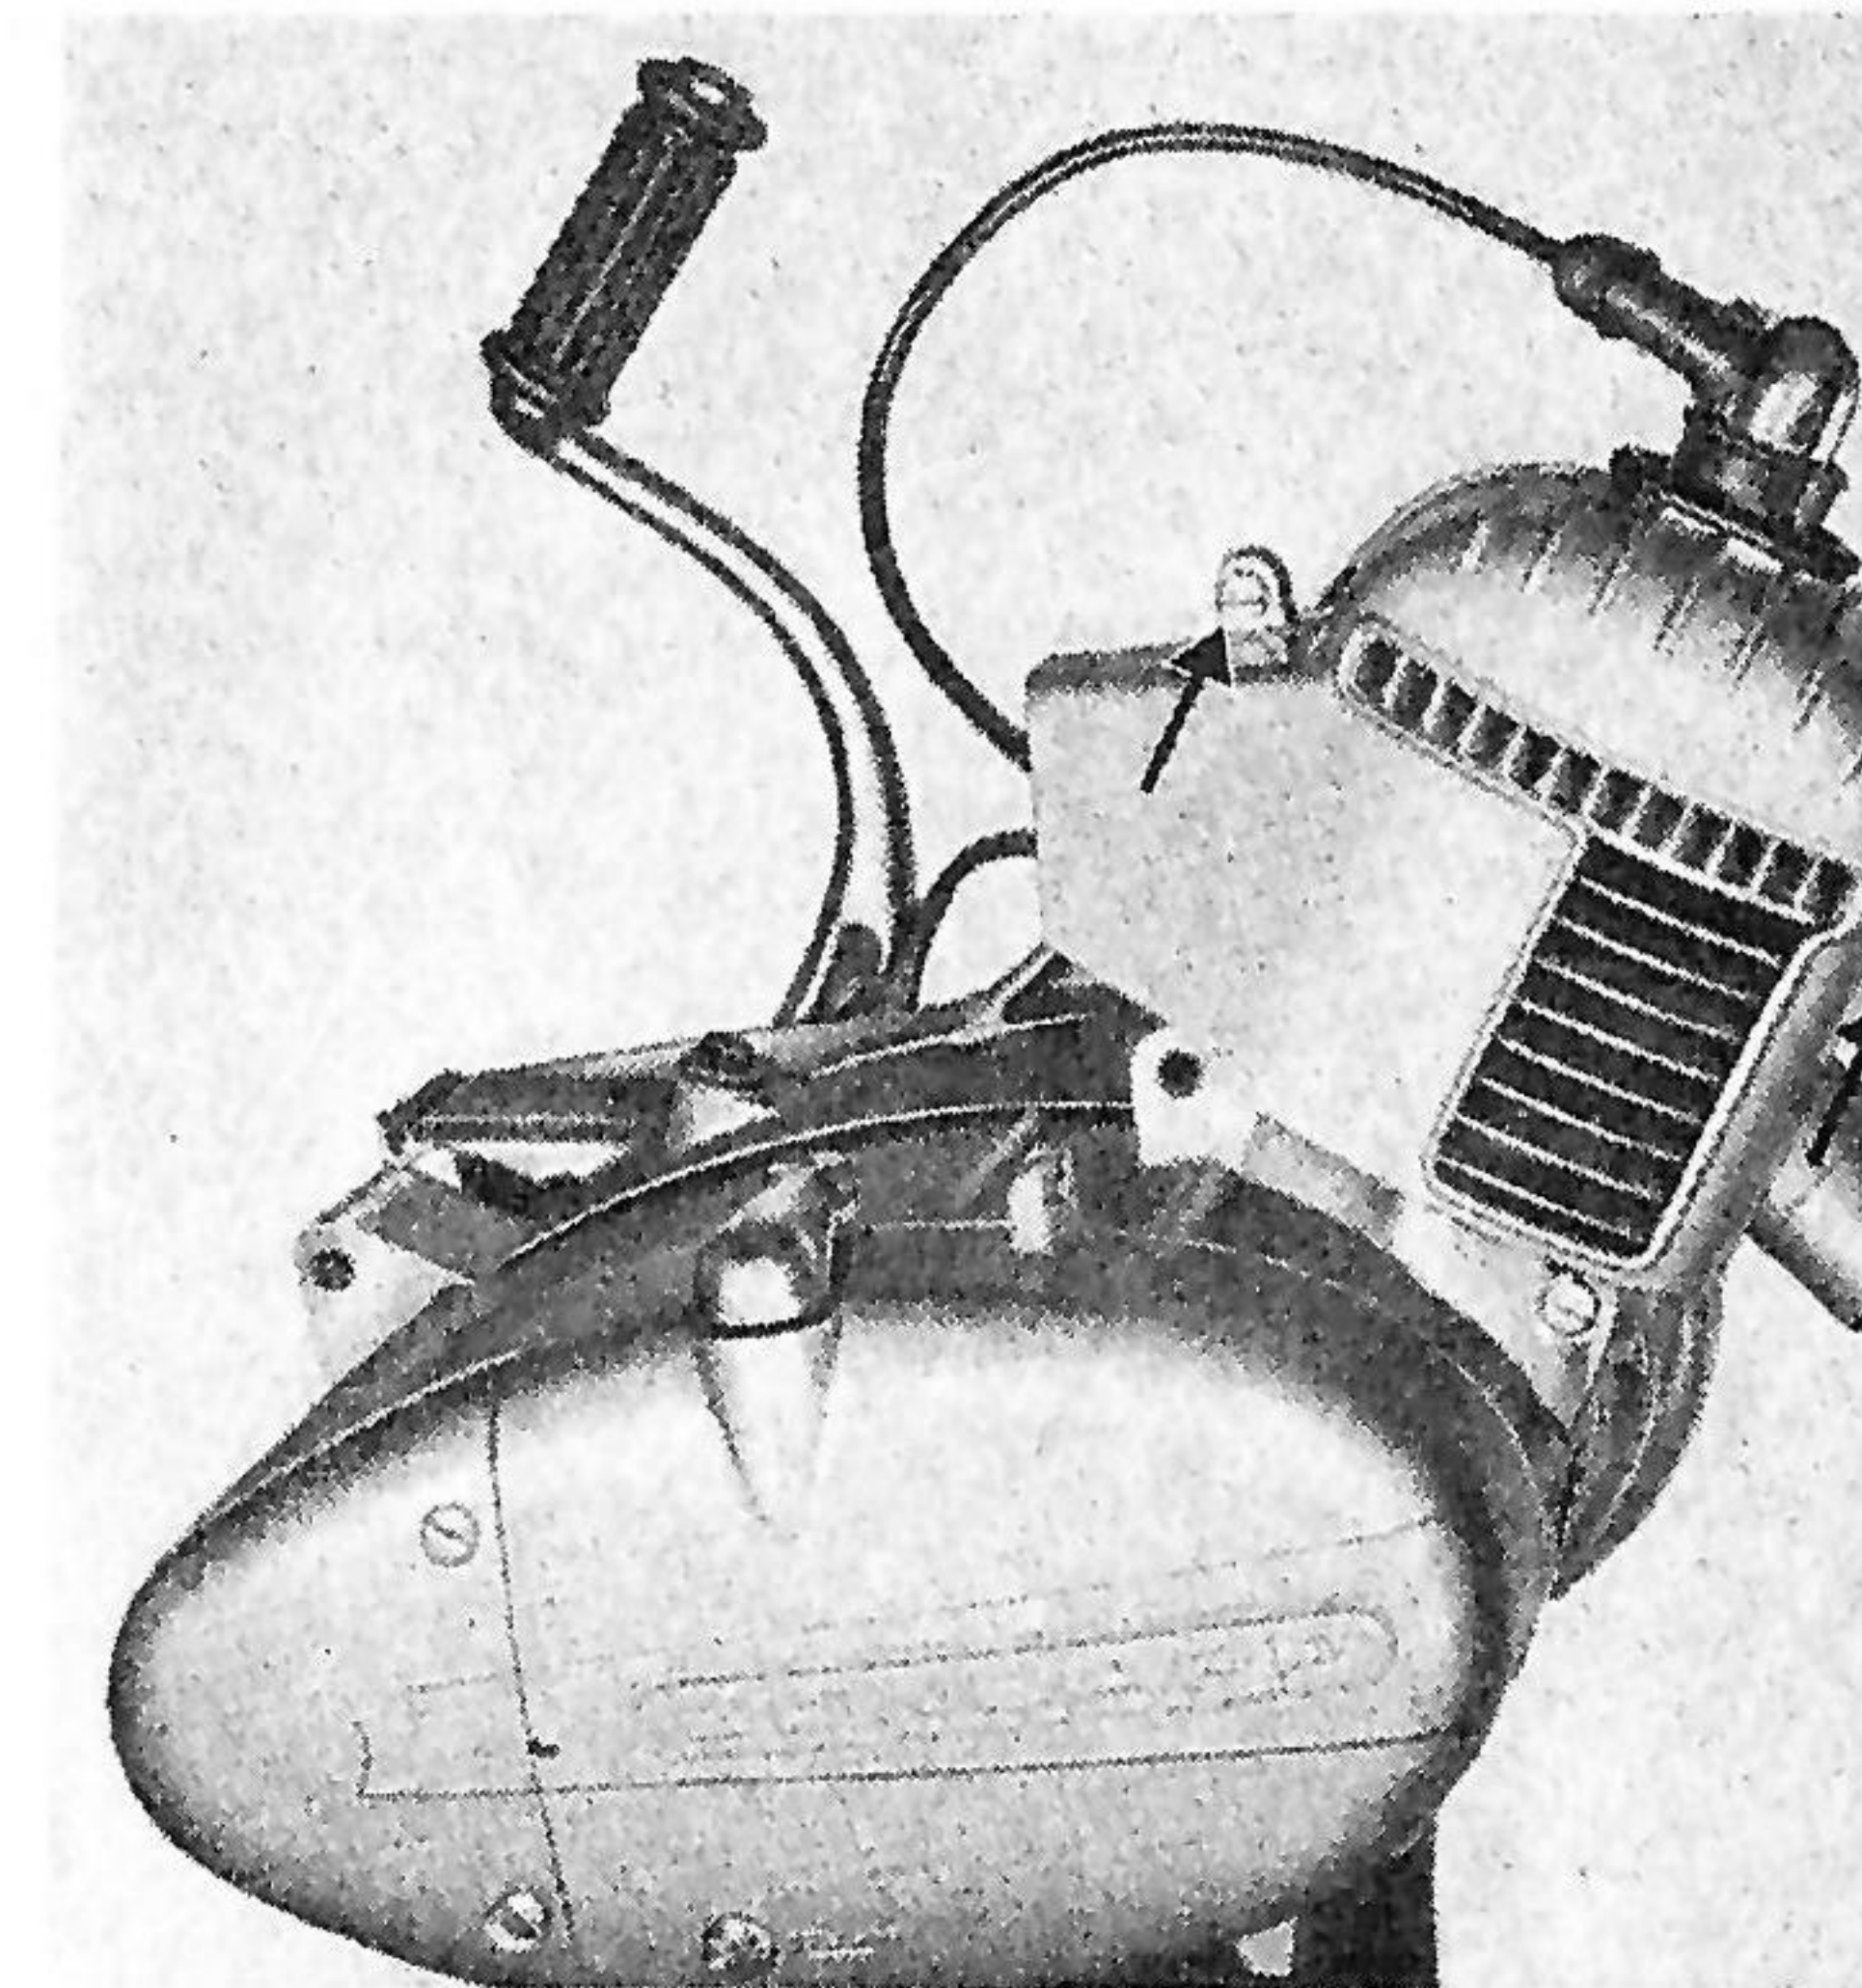

Bild 100
**Achtung!** In der Lüfterkappe müssen sich 2 Gummipuffer befinden (Bild 100).